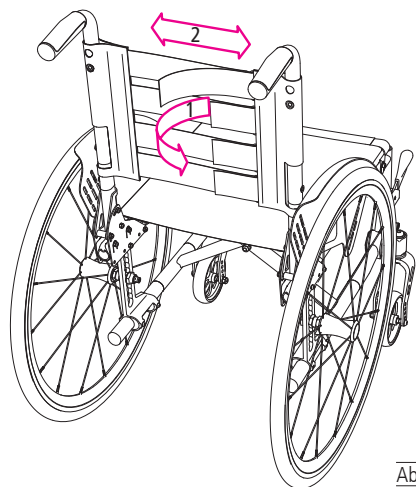

Abb. 9
3. Lösen Sie die Gurte (1, Abb. 9) und justieren Sie die Länge (2, Abb. 9), bis Sie eine bequeme Sitzposition gefunden haben.